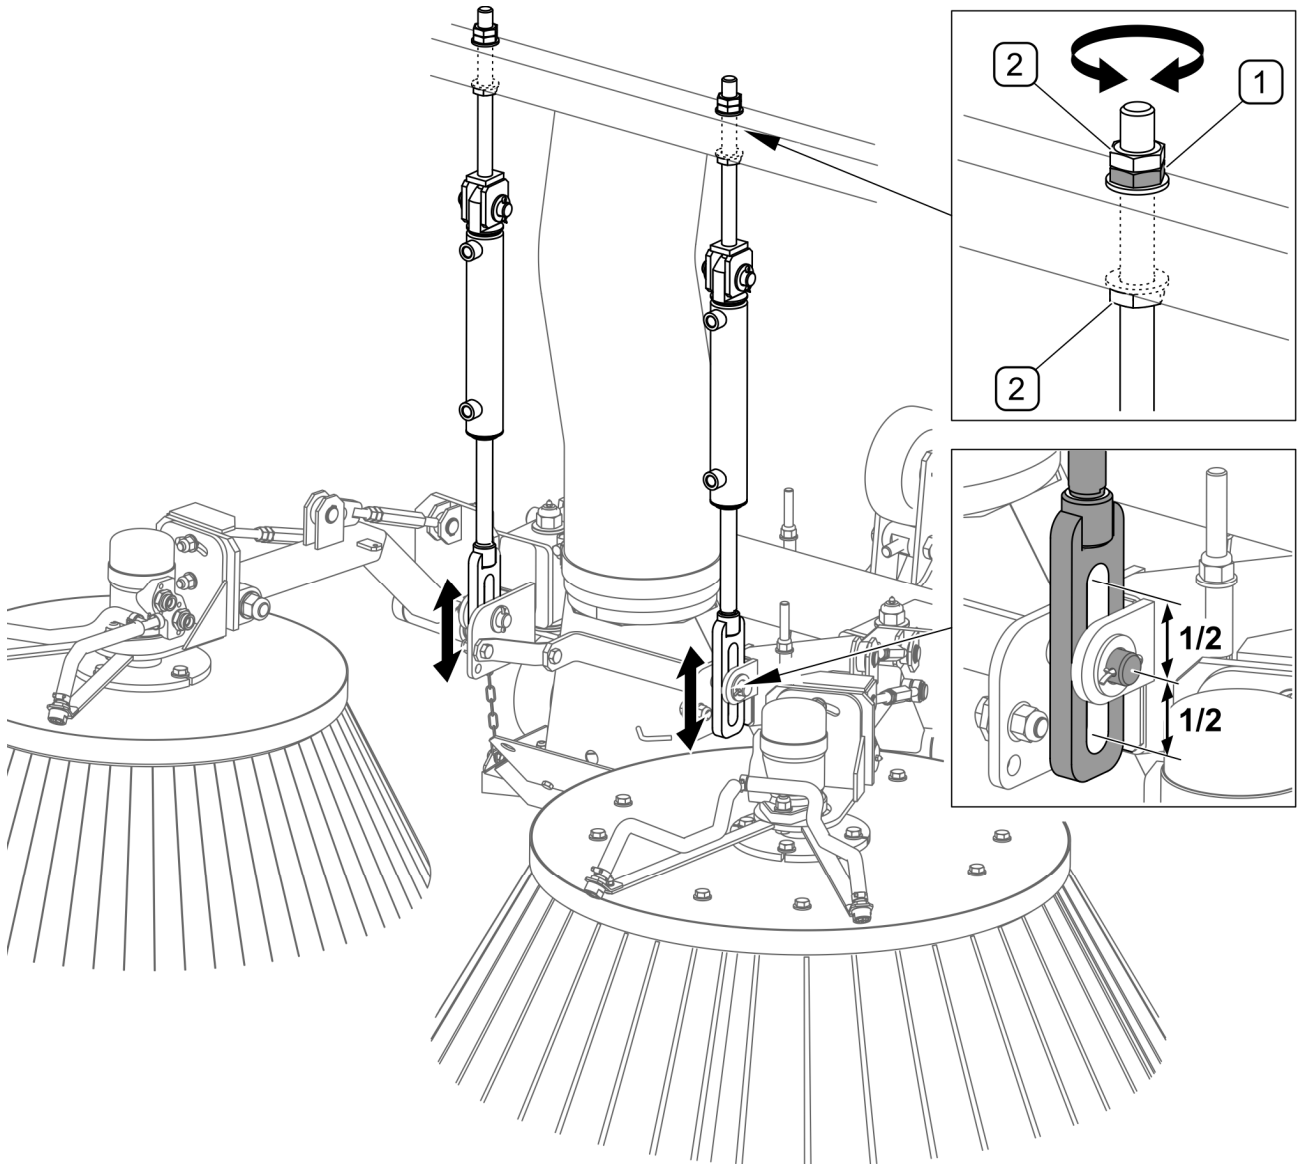

РИСУНОК 5.10Налаштування повторення рельєфу
- 5) Налаштування повторювання рельєфу (РИСУНОК 5.10)
(1) - регулювальна гайка; (2) - контргайка
Після опускання підмітального агрегату кріпильний палець повинен розташовуватися посередині поздовжнього вирізу (РИСУНОК 5.10). Правильне налаштування підвіски підмітального агрегату дозволяє пересуватися у вертикальній площині і повторювати невеликі нерівності рельєфу. Якщо треба необхідно послабити контргайки (2) і за